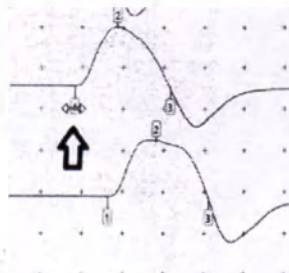

Рис. 16. Коррекция положения маркеров
17. Проведите коррекцию положения маркеров. Для этого используйте мышь («перетаскивание» левой кнопкой) или клавиатуру (вращение энкодера, переход к следующему маркеру — нажатие энкодера (рис. 15)). Необходимо точно указать начало М-ответа на всех трех кривых (рис. 16).